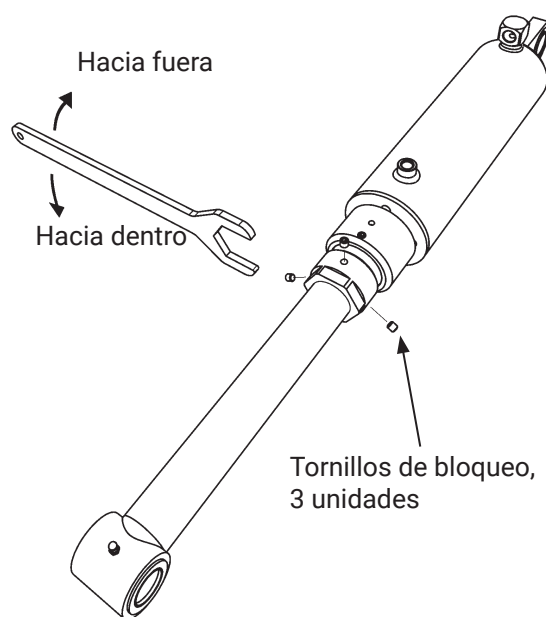

Imagen 28. Ajuste del ángulo de basculamiento
- Aflojar los tres tornillos de bloqueo del cilindro que está montado en la plataforma, Imagen 28.